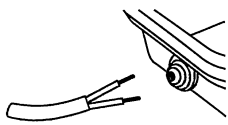

Рис. 1
- 3.Сделайте отверстие в резиновом гермовводе меньше диаметра кабеля, пропустите кабель через него (Рис.1) и присоедините к клеммной колодке.
4. Установите светодиодные лампы с цоколем G13 (в комплект не входят) путем поворота лампы в патронах на 90 градусов. (Рис.1)
3. Установите светильник на стену/потолок (Рис.1)